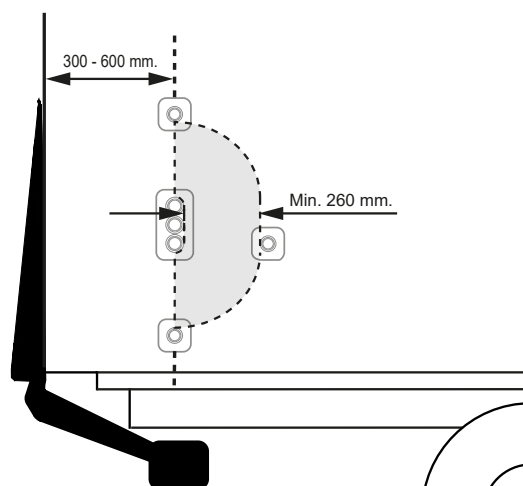

Abb.59. Montage von Bedienvorrichtung CD 1 für den Zweihandbetrieb.
2. Der Abstand zwischen der Rückseite des Fahrzeugs und der Mitte der Bedienvorrichtungen muss 300-600 mm betragen. Der Abstand zwischen den Bedienvorrichtungen muss mindestens 260 mm betragen. Siehe Abb.59.